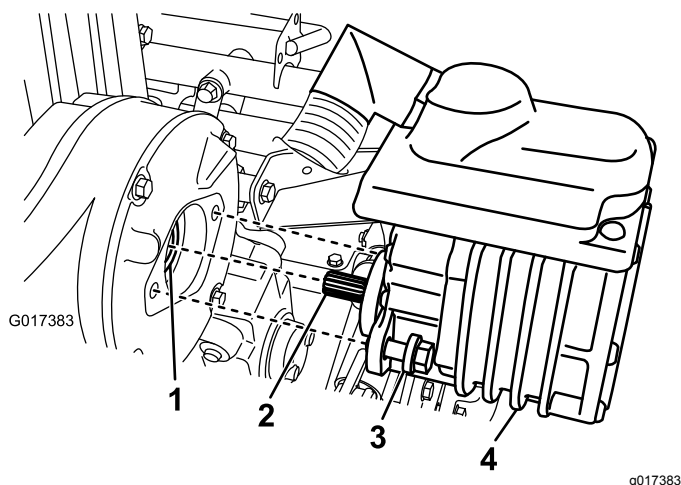

図 40
2. モータをトランスミッションケースに固定している2本のボルトを外す 図 40。
4. グリスガンを使って、トランスミッションケースのメスのカップラに1回か2回のポンプ操作でグリスを注入する 図 40。